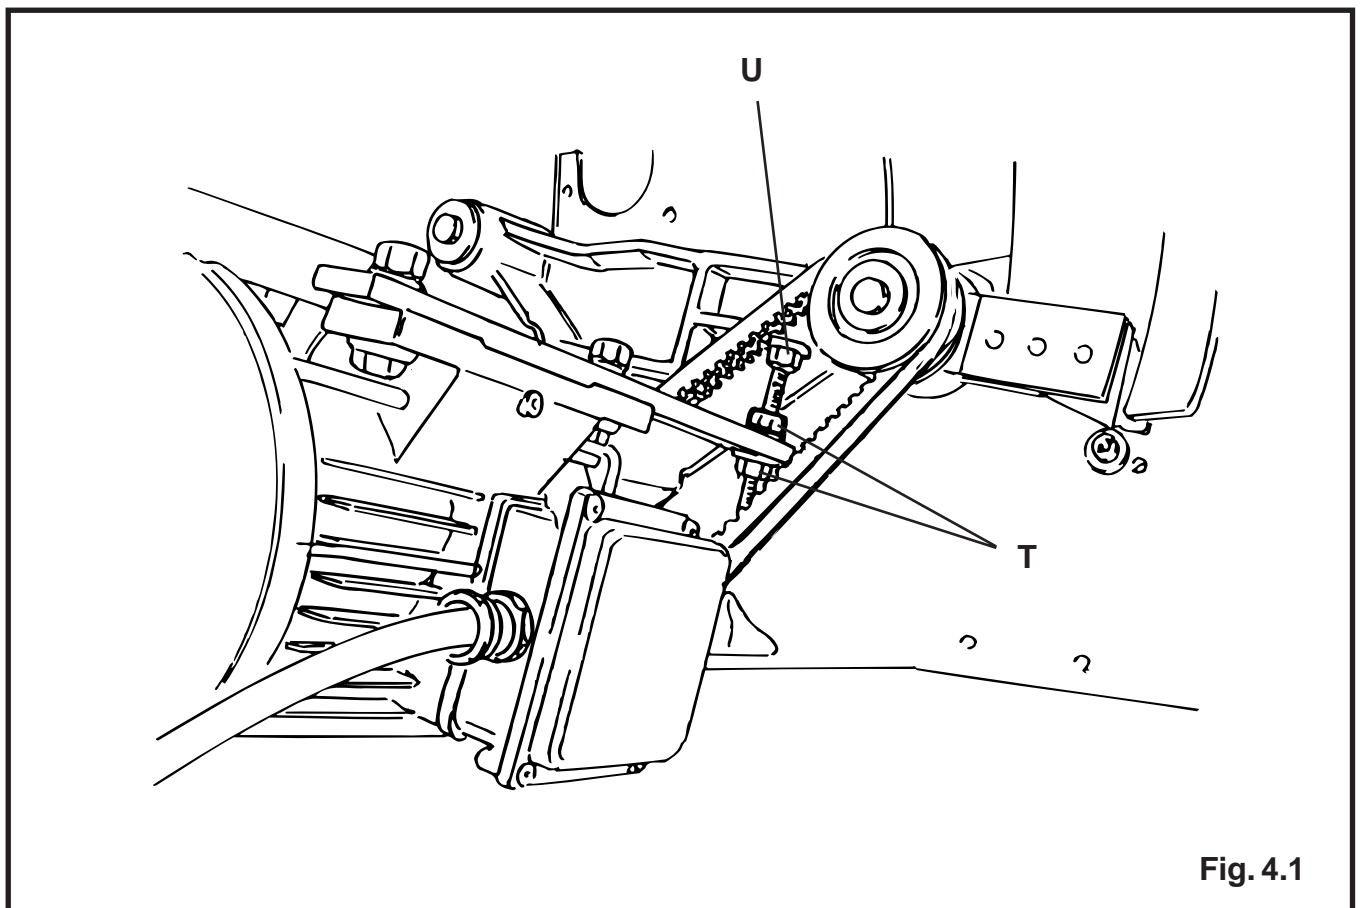

Fig. 4.1
Per regolare la tensione, agire sui dadi esagonali T della vite U del motore fig. 4.1
To adjust belt tension, turn the hexagonal nuts (T) on the screw (U) of the motor (fig. 4.1).
Para regular la tensión, ajustar las tuercas hexagonales T del tornillo U del motor, fig. 4.1.